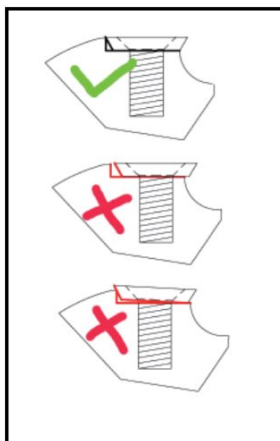

Fig 18
- 7 Inspectez visuellement et assurez-vous que la plaquette est en place et qu'il n'y a pas d'espace vide entre la plaquette et le corps de l'arbre (Fig 18).